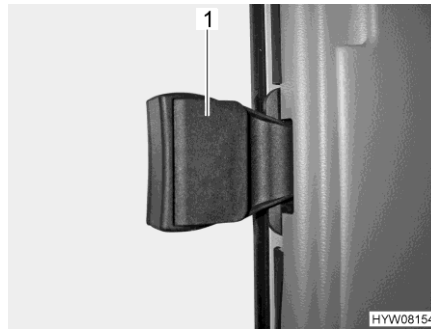

Bild 40 Passagerarfönster
- Fäll ut handtaget (Bild 40,1).